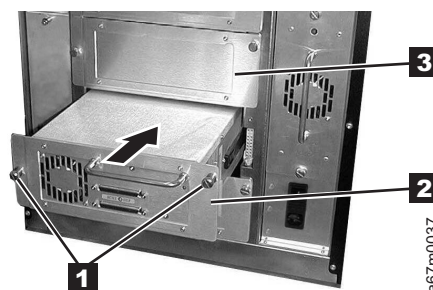

Abbildung 24. Laufwerkschlitten installieren
- Schieben Sie den Laufwerkschlitten **2** ein und ziehen Sie die beiden Sicherungsrändelschrauben **1** an (siehe Abb. 24).